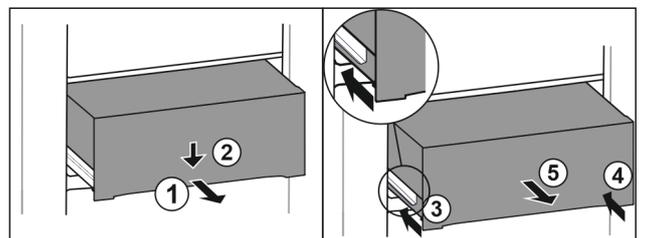

Fig. 121
- Estrarre il cassetto a metà. *Fig. 121 (1)*
- Premere il cassetto sul lato anteriore verso il basso. *Fig. 121 (2)*
- Spingere la guida sinistra di circa 2 cm verso l'interno. *Fig. 121 (3)*
- Spingere la guida destra di circa 2 cm verso l'interno. *Fig. 121 (4)*
- Rimuovere il cassetto tirandolo in avanti. *Fig. 121 (5)*